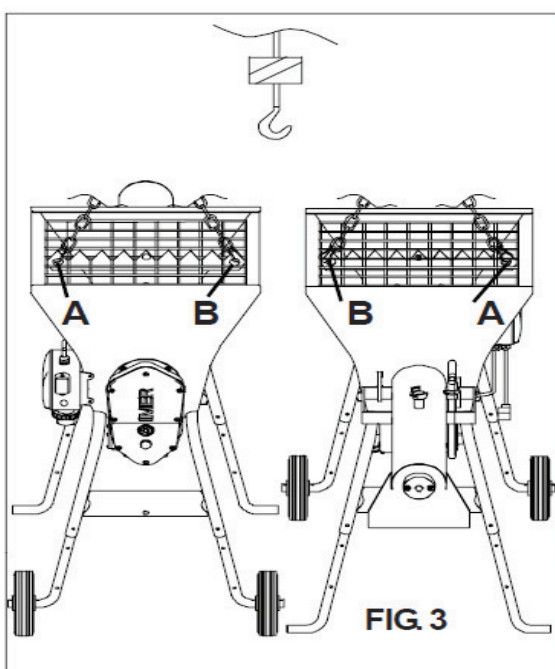

FIG. 3
- ¡ATENCIÓN! Para elevar la máquina, emplee exclusivamente los puntos de enganche indicados en la fig. 3.
Para elevar la máquina, sujétela por las cuatro armellas específicas (fig. 3).